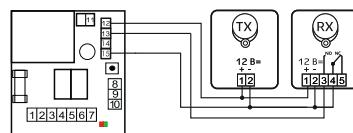

Рис. 6 – Подключение ИК-барьера
- ИК-барьер с контактами NO или NC (см. рис. 6);